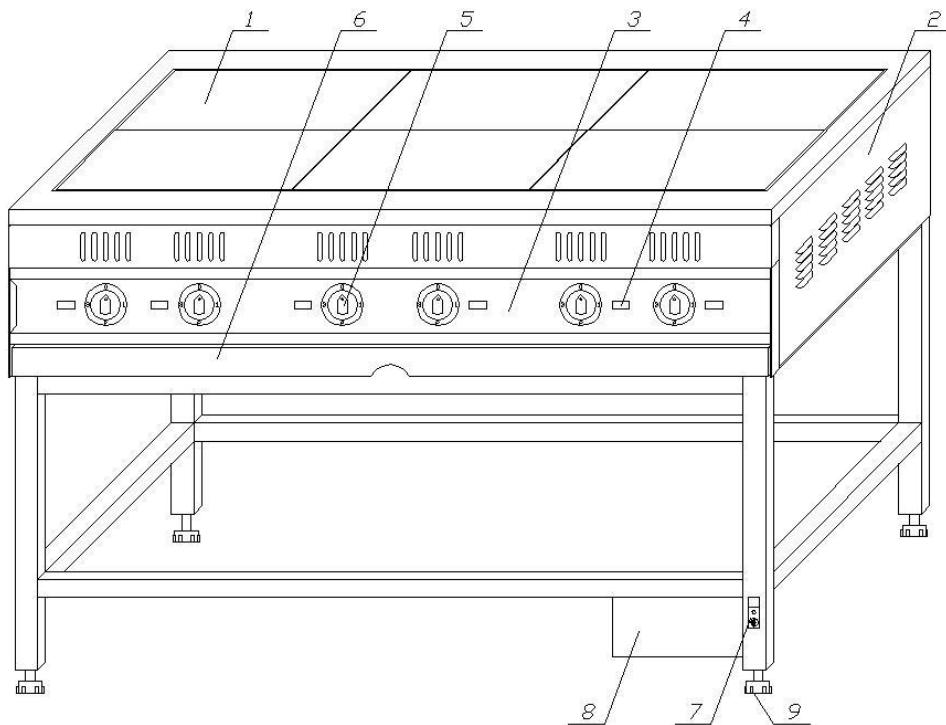

Рисунок 1
- 4.1 Общий вид плиты приведен на рис.1.